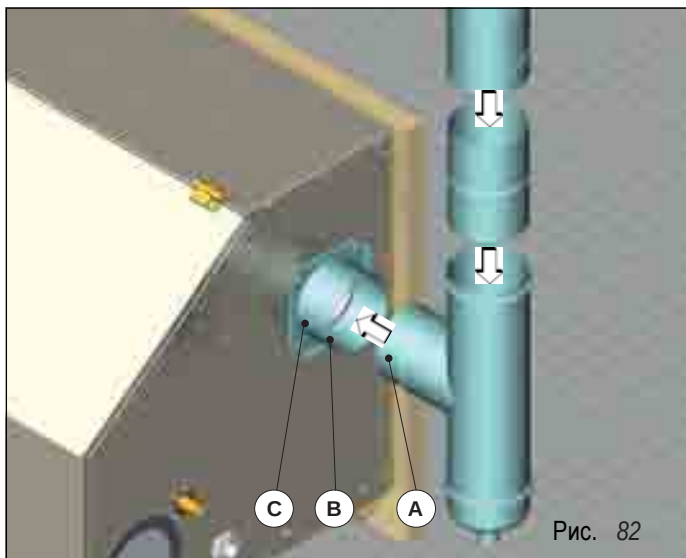
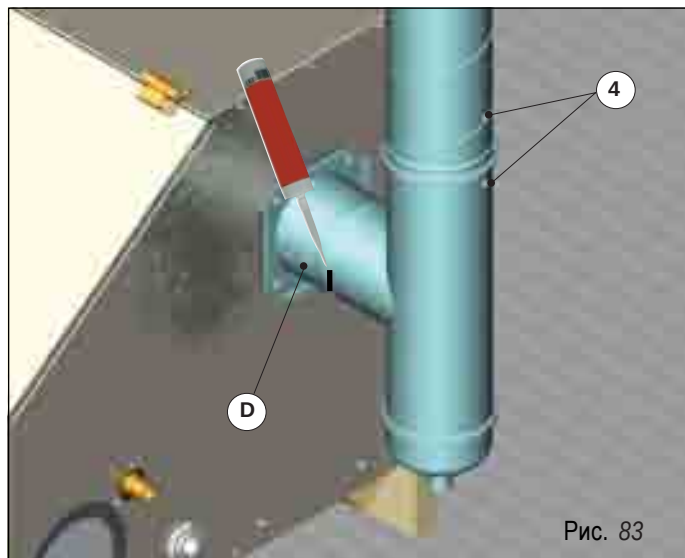

Рис. 82
Рис. 83
Вставить патрубок конденсатосборника (А) в соединительный патрубок дымохода генератора (В) вплоть до гайки, предназначенной для проверочного забора продуктов сгорания (С), см. рис. 82. Заделать красным силиконовым герметиком стык патрубка конденсатосборника и дымохода генератора, заделать серым силиконовым герметиком все остальные стыки. Закрепить все соединения 4-мя саморезами (D), см. рис. 83.